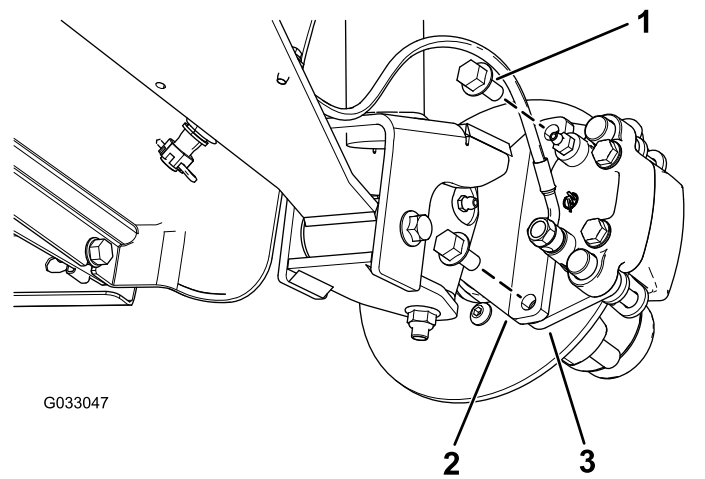
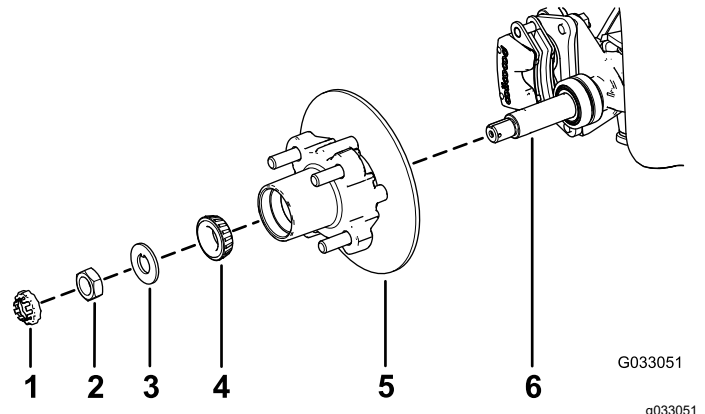

Bild 26
Bild 30
3. Entfernen Sie die Bundkopfschrauben ($\frac{3}{8}'' \times \frac{3}{4}''$), mit denen die Halterung für die Bremse an der Spindel befestigt ist, und nehmen die Bremse von der Spindel ab (Bild 26).
1. Fetten Sie die Spindel leicht mit der angegebenen Fettsorte ein (Bild 30).
2. Montieren Sie die Radnabe und den Drehzylinder an der Spindel mit dem Drehzylinder innen (Bild 30).
3. Montieren Sie das Außenlager an der Spindel und setzen das Lager auf den äußeren Lagerring (Bild 30).
4. Legen Sie die Nasenscheibe auf die Spindel (Bild 30).
5. Schrauben Sie die Spindelmutter auf die Spindel und ziehen Sie die Mutter auf ein Drehmoment von 15 N·m an, während Sie die Radnabe drehen um das Lager zu fixieren (Bild 30).
2. Fluchten Sie die Bremsbeläge mit jeder Seite des Drehzylinders (**Bild 26**) und die Löcher in der Bremsbackenhalterung mit den Löchern im Bremsenhalter des Spindelrahmens aus (**Bild 30**).
3. Befestigen Sie den Bremsbackenhalterung mit den beiden Bundkopfschrauben ($\frac{3}{8}$ " x $\frac{3}{4}$ ") am Spindelrahmen (**Bild 26**).